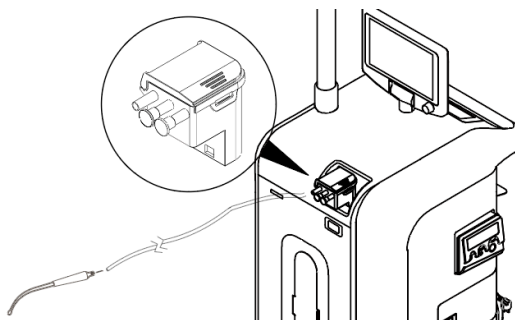

Figure 14 Préparation de l'aspiration du liquide
3. Lisez le message d'AVERTISSEMENT sur l'écran de contrôle, appuyez sur le bouton RECONNAISSANCE pour confirmer la compréhension et accéder aux commandes à l'écran. (Figure 14).